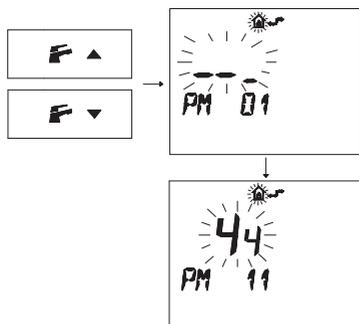

Fig. 5.58
- Premere i pulsanti **F** ▼ o **F** ▲ per visualizzare la programmazione "PM11" della postcircolazione pompa (Fig. 5.58).